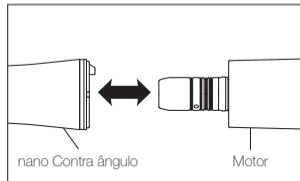

Fig. 1
- 1) Una o instrumento diretamente ao motor (Fig. 1). Aparafuse o instrumento até prender com um clique.